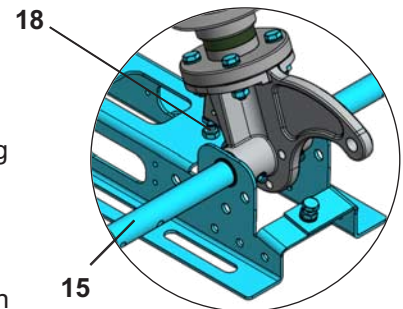

Abb. 11: Anschlagendposition "EIN"
- Sicherstellen, dass die Anschläge (18) für EIN / AUS exakt die Anschlagendpositionen erreichen (Abb. 11 und 12).